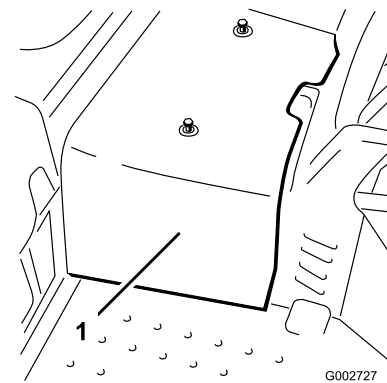

Рисунок 41
2. Ослабьте 2 винта крепления центрального кожуха к машине и снимите кожух (Рисунок 41).